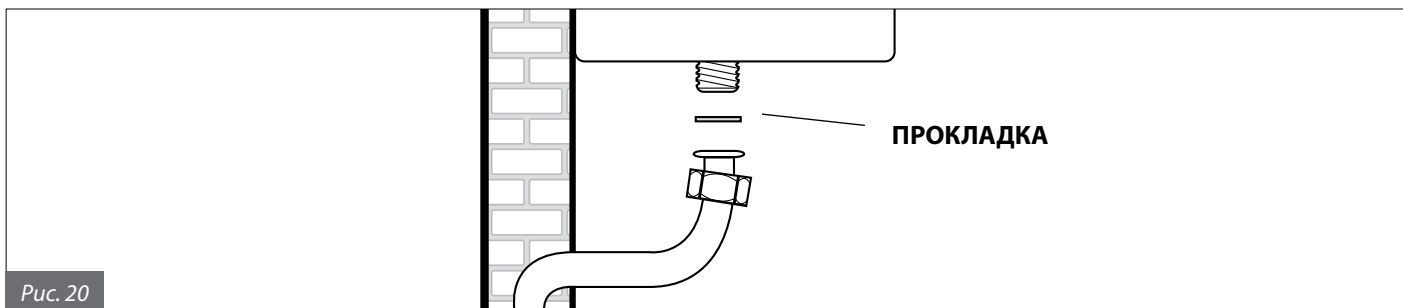

Рис. 20
**При подключении котла к линии подачи газа ОБЯЗАТЕЛЬНО использовать накидную гайку с применением прокладки в стыковой полости соответствующих размеров и из специального материала (рис. 20).**